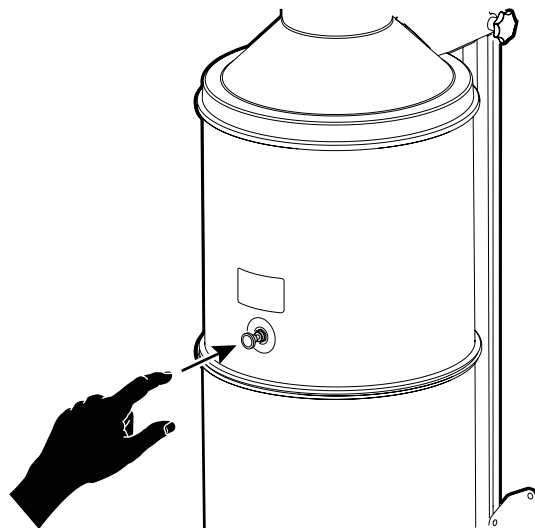

Fig. 7
5. Sicherstellen, dass das Reinigungs-Blasventil öffnet und schließt. Durch Betätigen des Abzugs wie in **Fig. 7** gezeigt eine manuelle Reinigung durchführen.
Siehe Fig. 7.
2. Es ist eine manuelle Druckluftreinigung durch dreimalige Betätigung des Auslöseknopfes im Abstand von zehn Sekunden gemäß Fig. 7 durchzuführen.